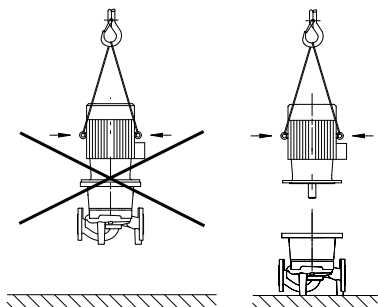

Рис. 16: Транспортировка мотора
- Подъемные проушины на моторе использовать только для транспортировки мотора и не использовать для транспортировки всего насоса (рис. 16).